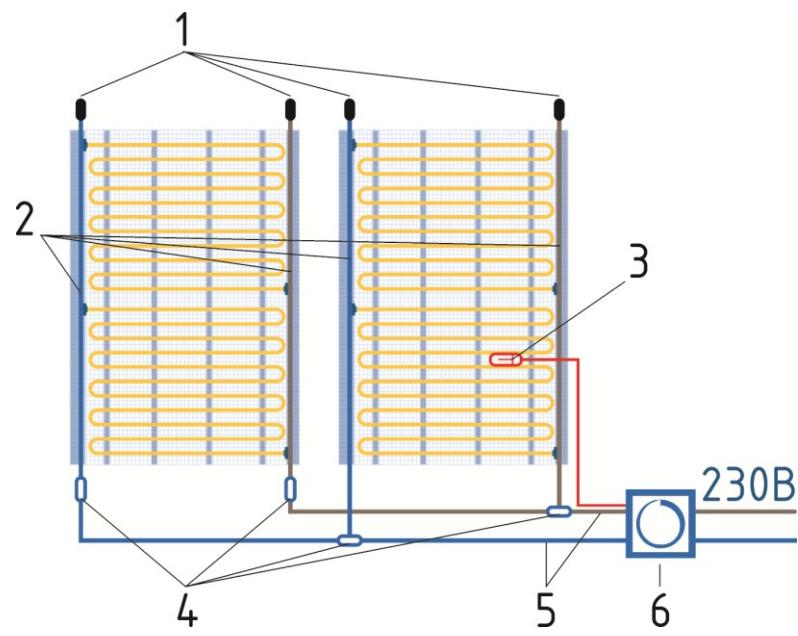

рис.2 Схема подключения 2-х полос теплого пола
**7. Монтаж соединений.** После отрезания и раскладки теплого пола необходимо правильно выполнить все соединения. Рекомендуем сначала выполнить соединение (4) (рис.1, рис.2) – подключить питающие провода (5) к токоведущим одножильным проводам (2). Подключиться к полосе теплого пола можно с любой стороны. Поэтому провода (5) соединяем с проводами (2) с той стороны теплого пола, которая лежит ближе к терморегулятору (6), а на другой стороне этой полосы пола выполнить изоляцию концов токоведущего провода (1).